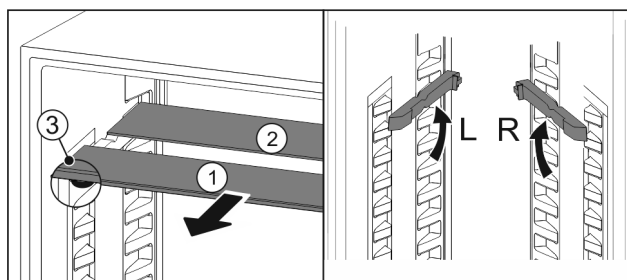

Fig. 150
- estrarre i ripiani di vetro singolarmente tirando in avanti Fig. 150 (1).
- Il piano in vetro Fig. 150 (1) con il motivo ornamentale è nella parte anteriore.
- I fermi Fig. 150 (3) sono rivolti verso il basso.